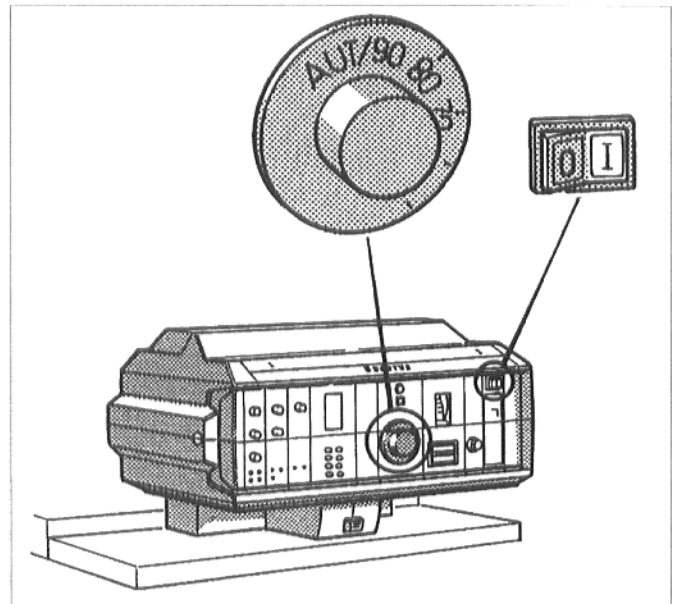

Рис. 2: Регулятор; ввод в эксплуатацию газовой горелки
- Установить переключатель режима работы (рис. 2) на поз. I (ВКЛ.)
- Установить регулятор температуры котельной воды (рис. 2) на желаемую температуру. У “Ecomatic-регулирования”, установить на “AUT”.
- Установить переключатель режима работы (рис. 2) на поз. 0 (ВЫКЛ.).